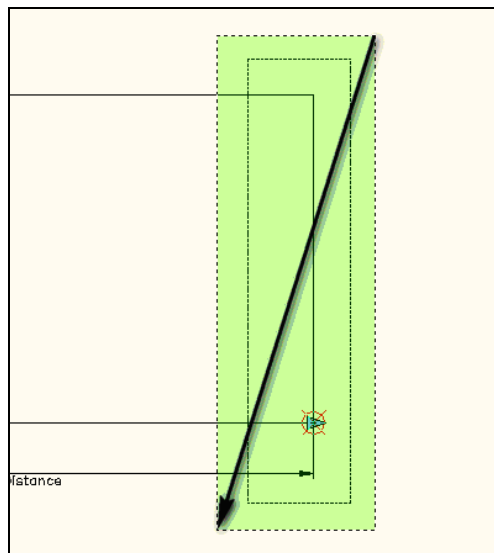

Рисунок 10 – Указание объекта
3.11 Указываем объект ,который собираемся редактировать. Выделяем его также прямоугольником, но справа налево (рисунок 10). Нажимаем ENTER для подтверждения.